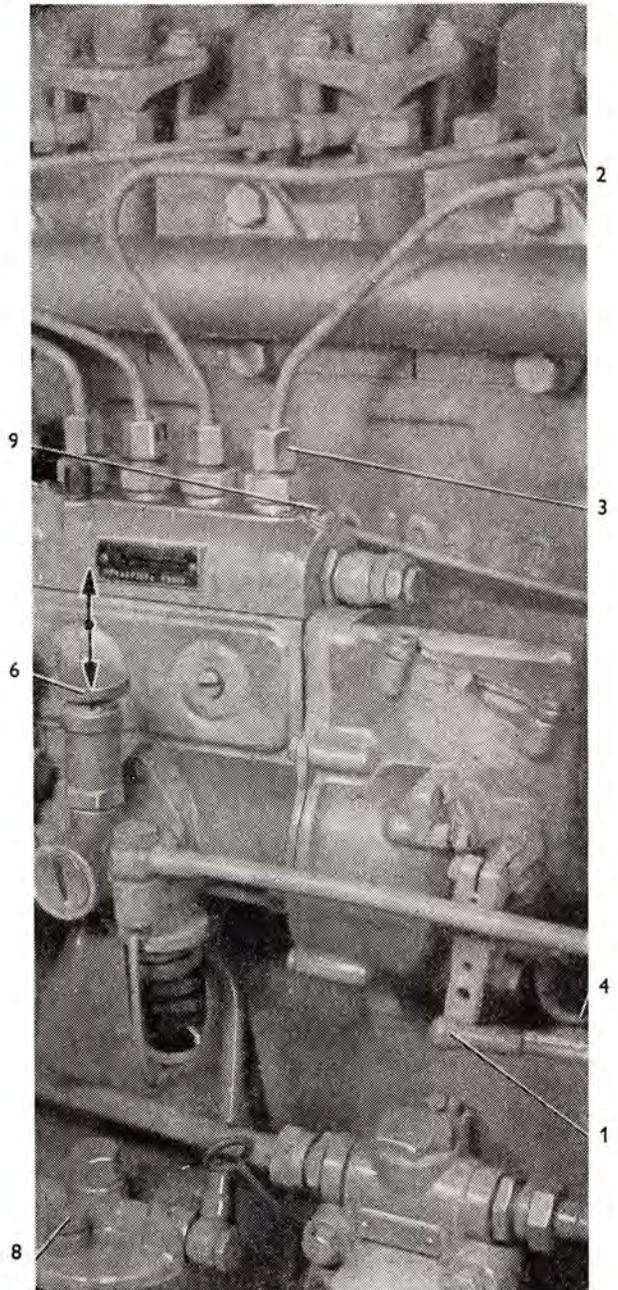

Abb. 33
7. Die Zugstange der Kraftstoffregelung (Abb. 33/1) wird durch Abziehen aus dem Kugelzapfen des Reglerhebels entfernt.
8. Die Überwurfmuttern zu den Einspritzventilen (Abb. 33/2) sind zu lockern und die Überwurfmuttern an der Einspritzpumpe (Abb. 33/3) abzuschrauben. Die Einspritzrohre sind von der Pumpe abzubiegen.
9. Das Abflussrohr (Abb. 33/4) vom unteren Regler teil ist zu lösen.